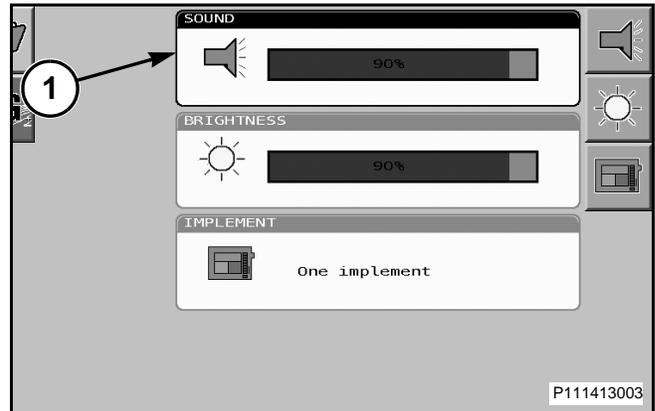

FIG. 74
FIG. 74: Para seleccionar el ajuste de sonido, desplácese hasta la casilla de ajuste de sonido (1) para resaltarla y a continuación presione el botón de la rueda de selección para seleccionarla.